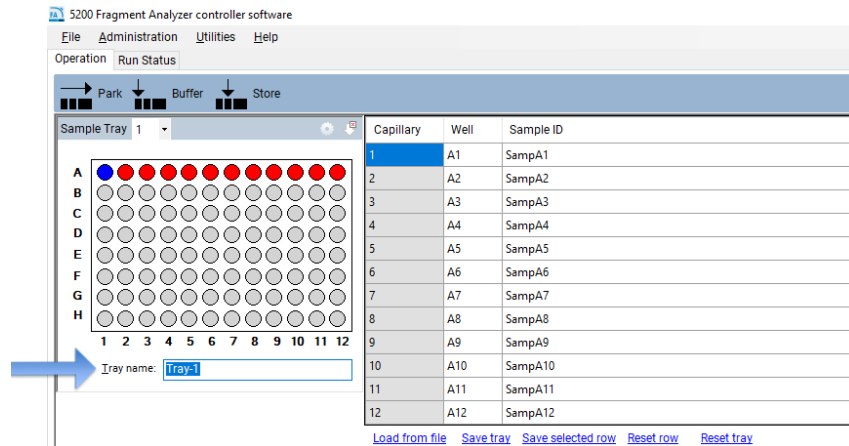

Figure 86 Mise en surbrillance du nom de plateau
- 2 Dans le champ **Tray name** (Nom de plateau) de l'onglet **Operation** (Utilisation), mettez le nom de plateau en surbrillance à l'aide du curseur de la souris (figure 86).